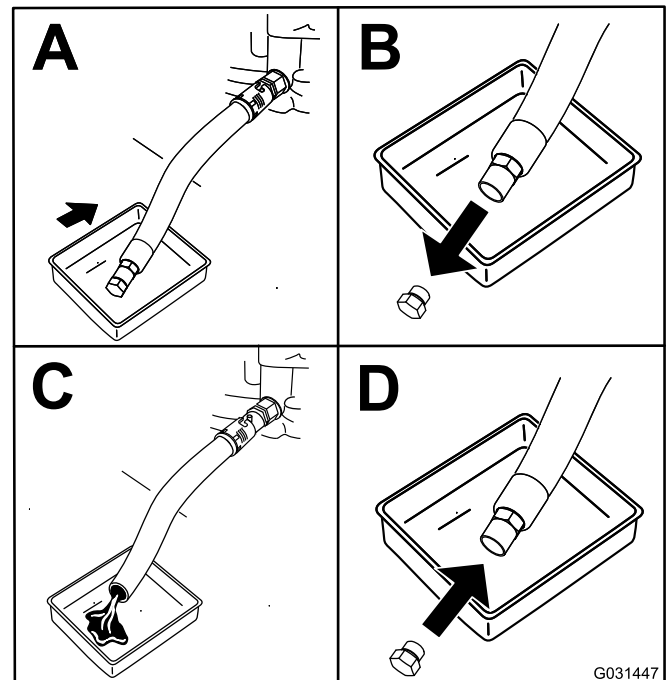

Figure 52
4. Vidangez l'huile moteur, comme montré à la Figure 52.